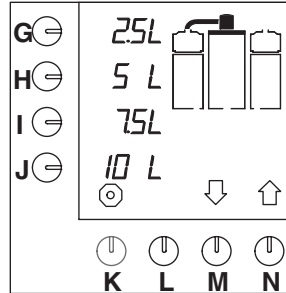

Fig. 8 Ecran de démarrage
- Placez l'interrupteur Marche/Arrêt sur la position Marche (P).
- Le témoin lumineux de l'interrupteur s'allume. Les options par défaut s'affichent sur l'écran de contrôle (fig.8).